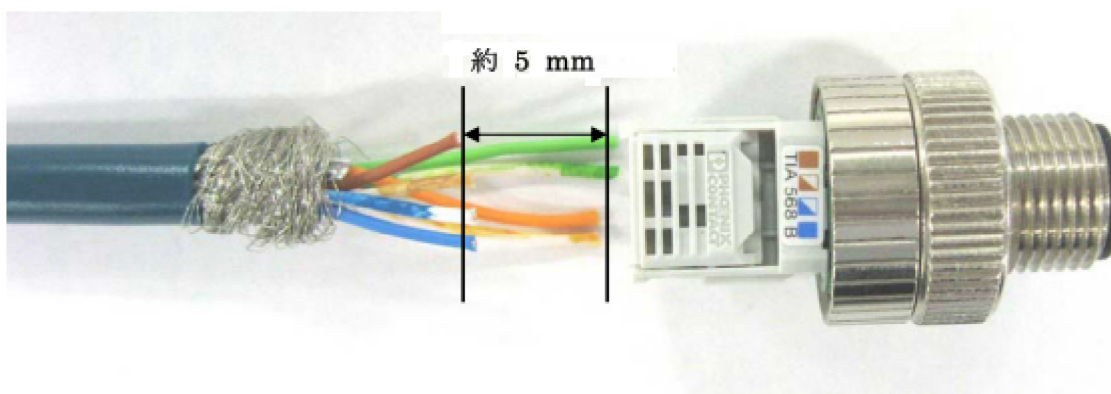

図 3-5 シールド処理②
5) 編組シールド線がある場合、図 3-5 のようにアルミホイルシールドの上に巻きつけます。8 極の製品の場合、片側の 4 線（下図の例では茶と青の面）を 5mm 程度切り落としておくことで、芯線を通す作業がスムーズに行なえます。